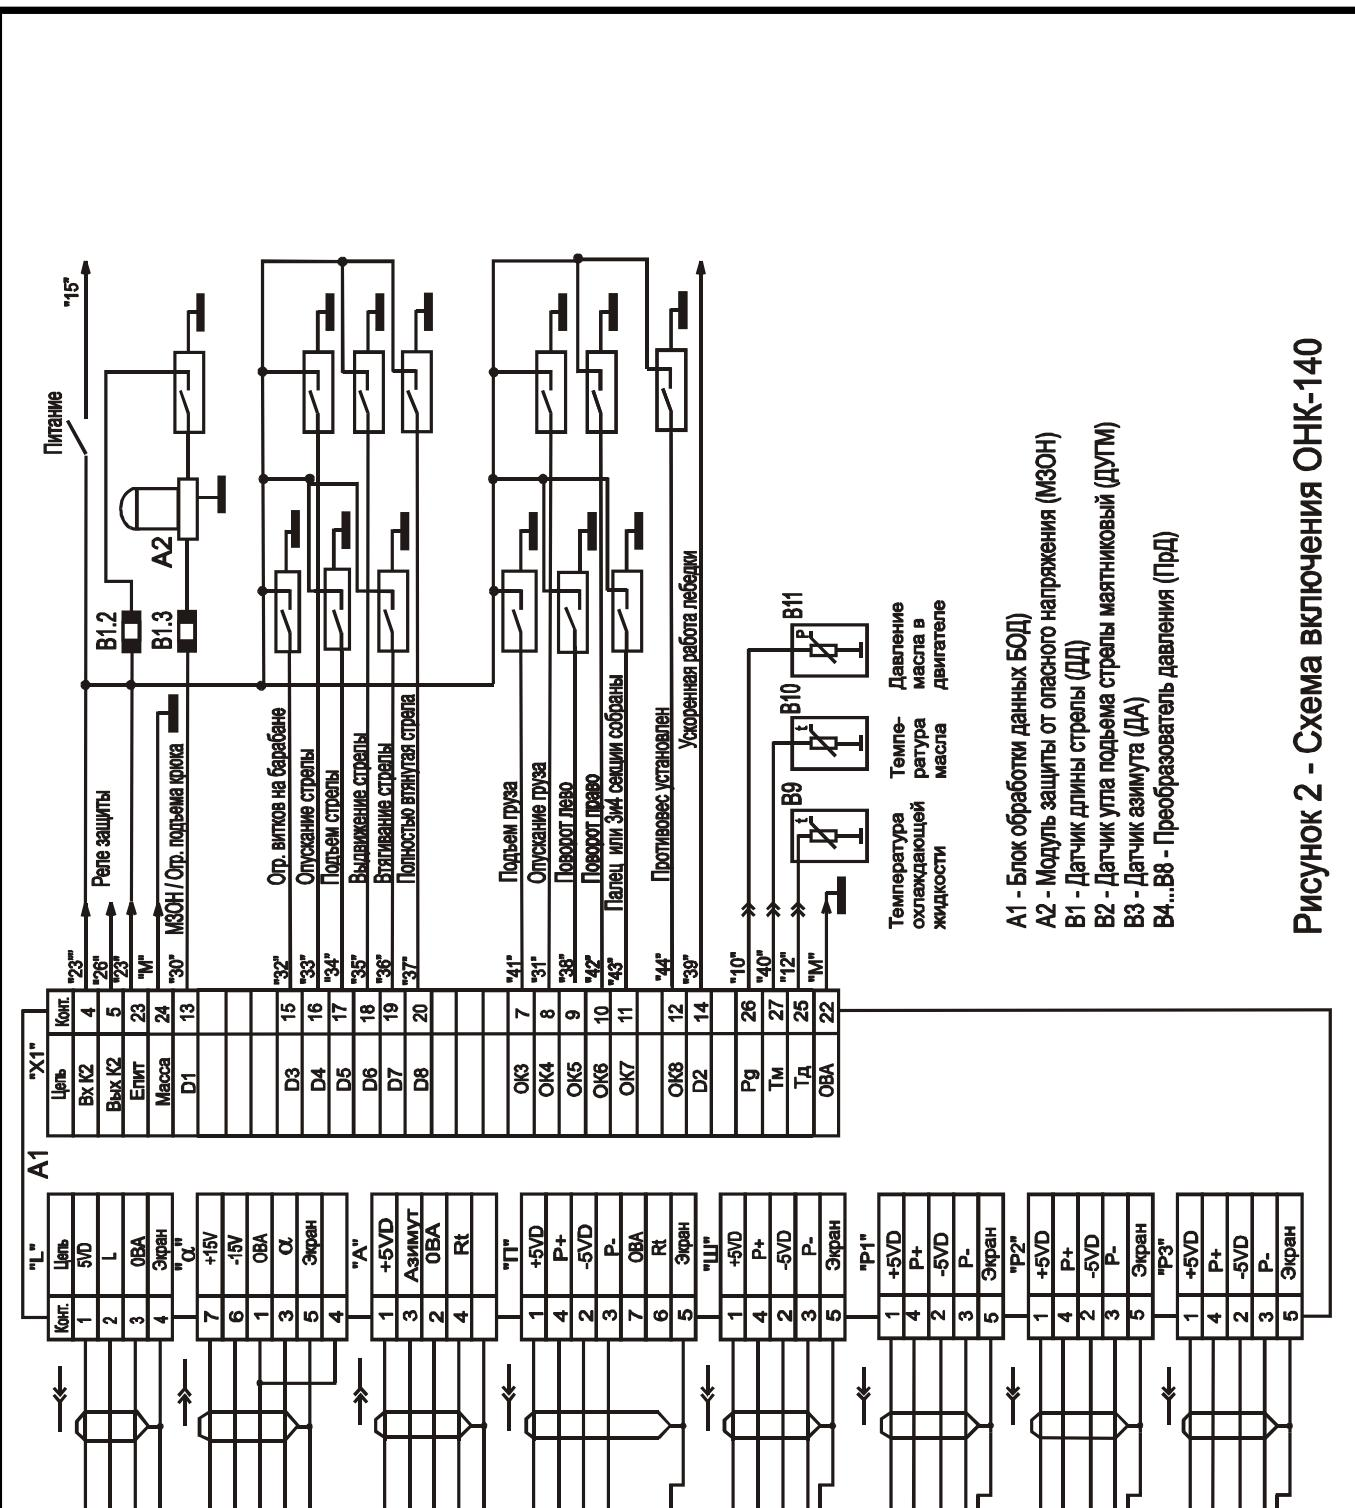

Рисунок 2 - Схема включения ONK-140
1.4.2 ОНК подключается к системе управления крана (см. рисунок 2) посредством разъемов: через разъем X1 БОДа проходят цепи управления исполнительными механизмами, цепи питания изделия, сигналы с концевых выключателей, связанных с ручками управления крана; датчики подключаются к прибору через индивидуальные разъемы.